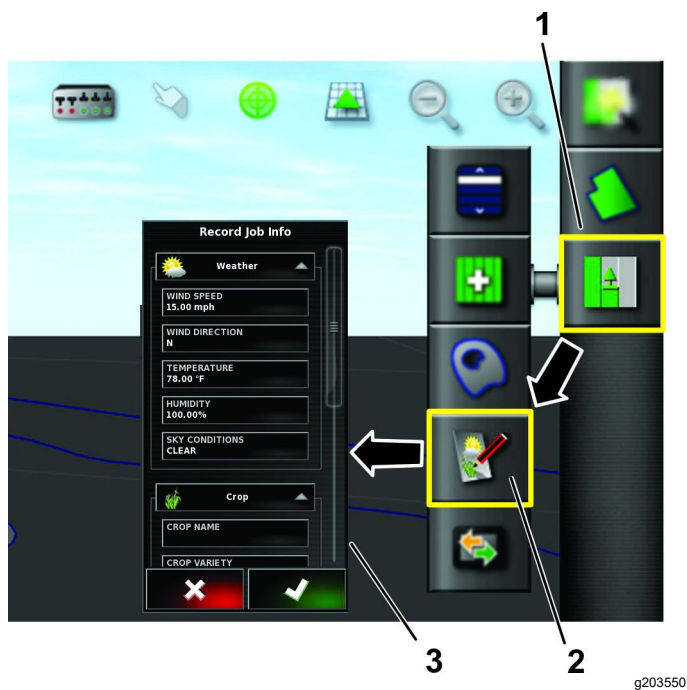

Bild 86
1. Tippen Sie auf das Jobmenü-Symbol (Bild 86).
2. Tippen Sie auf das Symbol für das Aufzeichnen der Jobinformationen (Bild 86).